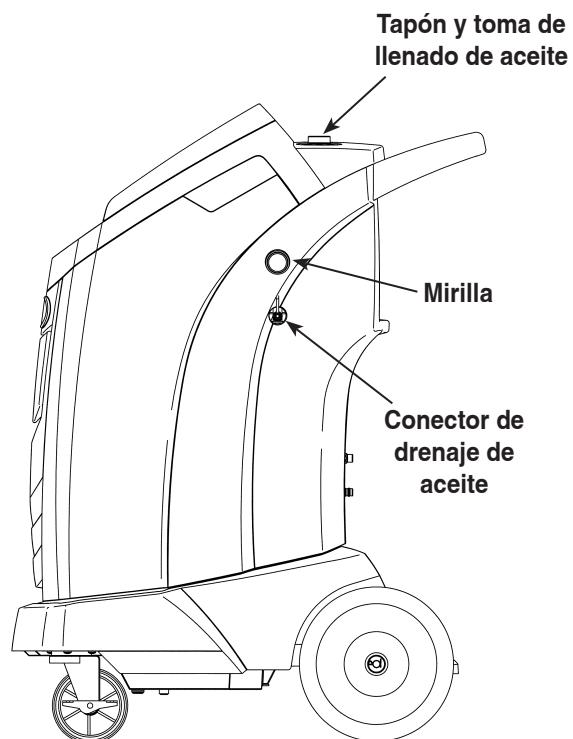

Figura 14
3. **DESPACIO**, abra el tapón de llenado de aceite para verificar que no haya presión en la máquina. A continuación, retire el tapón con cuidado. Consulte la figura 14.